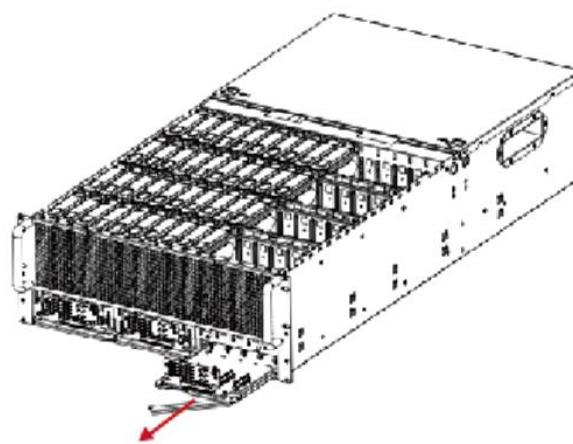

Рисунок 110 - Удалить модуль объединительной платы НМД
- 2) Установить крышку со светодиодной передней панелью в корпус модуля хранения и затянуть обе стороны (см. Рисунок 110).